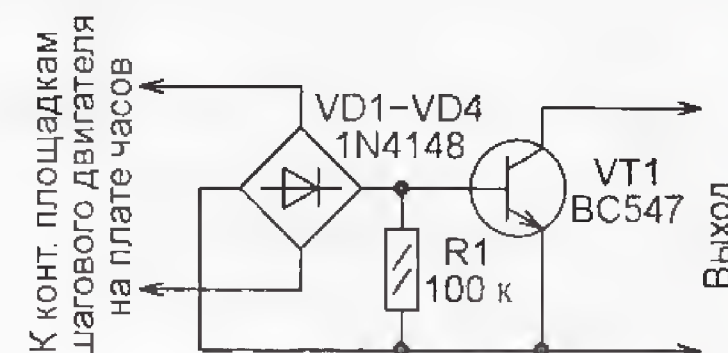

Рис. 10
**Плата от электромеханических часов в счётчике продолжительности телефонных разговоров** (рис. 10 <[http://www.electronicshobby.com/electronicshobby/circuitarchives/my\\_documents/my\\_pictures/6FD\\_TELEPHONE-CALL-METER-efy.png](http://www.electronicshobby.com/electronicshobby/circuitarchives/my_documents/my_pictures/6FD_TELEPHONE-CALL-METER-efy.png)>), автор — K. Kumaran. Если механическая часть электронно-механических "кварцевых" часов (наручных или настольных) неисправна, а их плата работоспособна, на её базе можно